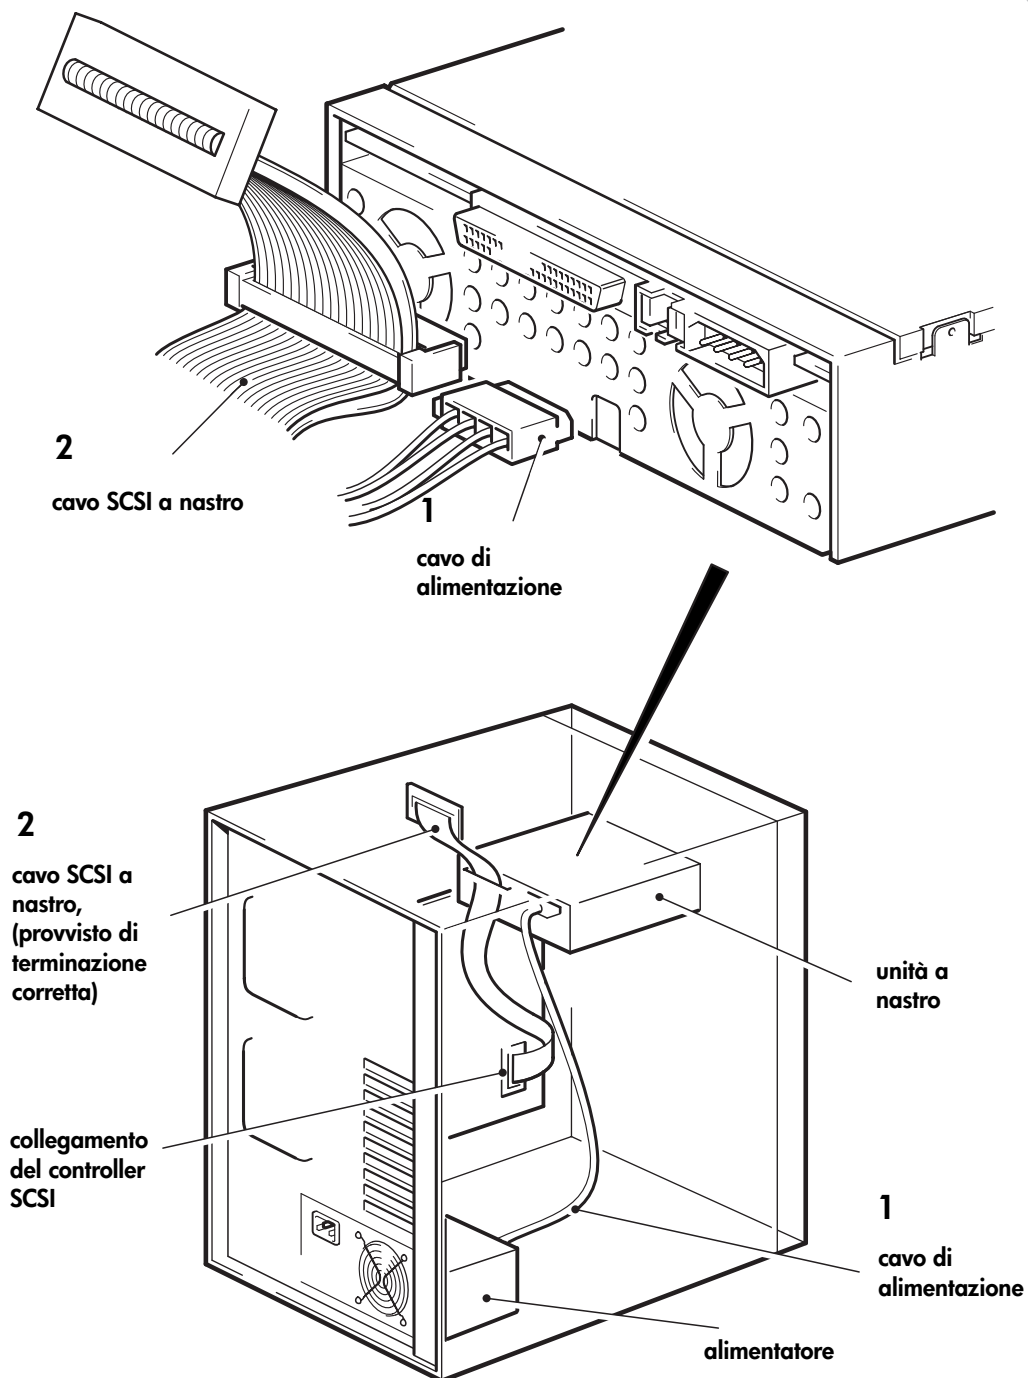

Figura 7: collegamento del cavo di alimentazione e del cavo SCSI
- 2 Collegare un cavo di alimentazione libero proveniente dall'alimentatore interno del computer al connettore di alimentazione, come indicato nella Figura 7, punto 1.
- 3 Collegare un connettore libero del server o del cavo SCSI a nastro dell'HBA al connettore SCSI dell'unità, come mostrato nella Figura 7, punto 2.
Quindi, supponendo che l'HBA sia il primo dispositivo presente sul bus, è necessario controllare che il secondo terminatore si trovi dopo l'ultimo dispositivo, come illustrato nella Figura 7, punto 2.